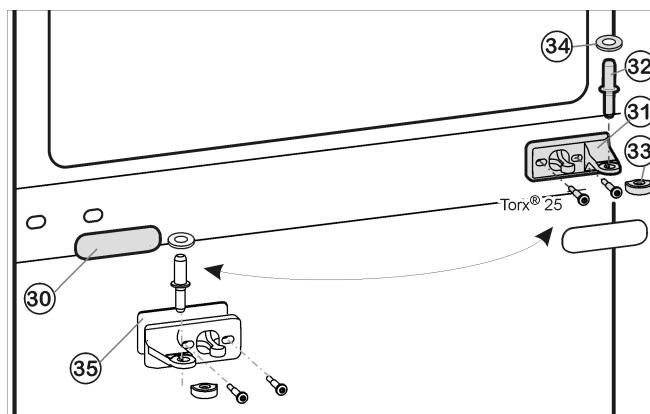
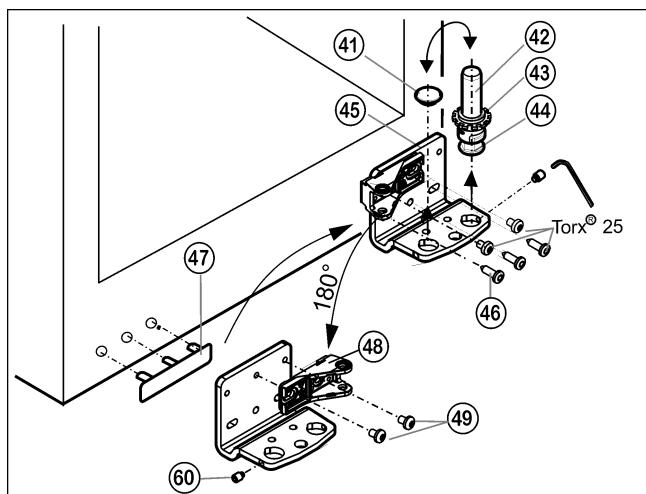

Fig. 12
Fig. 13
- Enlever le pivot central Fig. 12 (32) avec le disque Fig. 12 (34) du support d'appui et de la porte inférieure.
- Retirer le capuchon en plastique Fig. 12 (33).
- Dévisser le support d'appui du milieu Fig. 12 (31) (2 Torx® 25).
- Retirer avec précaution le panneau-cache Fig. 12 (30).
- Visser le support d'appui du milieu Fig. 12 (31) avec le support pivoté Fig. 12 (35) de 180° sur le nouveau côté charnière (avec 4 Nm).
- Encliquer de nouveau le panneau-cache Fig. 12 (30) tourné à 180° sur le nouveau côté poignée.
- ▶ Dévisser la tige filetée *Fig. 13 (60)* avec la clé à six pans jointe d'env. 1 tour.
- ▶ Dévisser le pivot *Fig. 13 (42)* complètement avec le disque *Fig. 13 (43)* et le pied réglable *Fig. 13 (44)* par le haut.
- ▶ Enlever le bouchon *Fig. 13 (41)*.
- ▶ Dévisser *Fig. 13 (45)* le support d'appui *Fig. 13 (46)*.
- ▶ Dévisser complètement la tige filetée *Fig. 13 (60)* et la visser sur le côté opposé sur le support d'appui jusqu'à ce qu'elle soit à fleur du support d'appui.
- ▶ Dévisser l'élément pivotant *Fig. 13 (48)* et le revisser à l'intérieur tourné de 180°.
- ▶ Replacer le bouchon *Fig. 13 (41)* dans l'autre trou.
- ▶ Soulever le cache côté poignée *Fig. 13 (47)* avec précaution et le positionner sur le côté opposé.
- ▶ Revisser à fond le support d'appui *Fig. 13 (45)* sur le nouveau côté charnière en utilisant une visseuse sans fil si nécessaire, avec un couple de serrage de 4 Nm.
- ▶ Revisser entièrement le pivot *Fig. 13 (42)* avec le disque et le pied réglable.
- ▶ Serrer la tige filetée *Fig. 13 (60)*.
- ▶ Placer la porte par le haut sur le pivot inférieur *Fig. 13 (42)*.
- ▶ Remettre le capuchon en plastique *Fig. 12 (33)* sur le support d'appui central *Fig. 12 (31)*.
- ▶ Placer le pivot du milieu *Fig. 12 (32)* sur le nouveau côté charnière à travers le support d'appui central *Fig. 12 (31)* dans la porte inférieure.
- ▶ Placer le disque *Fig. 12 (34)* sur le pivot du milieu *Fig. 12 (32)*.
- ▶ Placer la porte supérieure sur le pivot du milieu Fig. 12 (32).
- ▶ Aligner éventuellement les portes à la carrosserie grâce aux deux trous longitudinaux dans le support d'appui inférieur Fig. 13 (45) et le support d'appui central Fig. 12 (31). Pour cela, dévisser la vis centrale du support d'appui inférieur Fig. 13 (45).